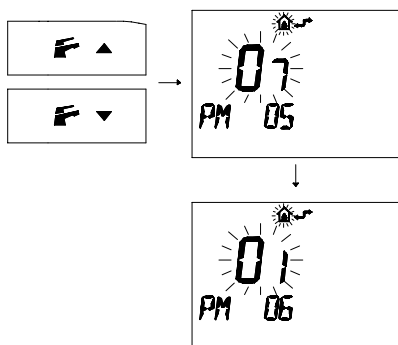

Figura 8.8
- Premere i pulsanti  ▼ e  ▲ per visualizzare la programmazione "**PM06**" *settaggio gas fase 2* (Figura 8.8)
- Il SET programmato che lampeggia **01** indica che la caldaia è predisposta per funzionare con gas **Metano (G20)** (Figura 8.8)